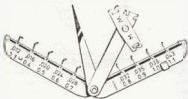

Bild 38
- Der Elektrodenabstand muss dem vorgeschriebenen Mass entsprechen (0.7 bis 0.8 mm). Beim Nachbiegen darf man das Werkzeug auf keinen Fall gegen die Mittelelektrode abnutzen, da sonst die Gefahr besteht, dass die Kerze am Isolatorfuss reißt und dadurch unbrauchbar wird. Bei Bosch gibt es unter der Bestellnummer 0681424003 ein Spezialwerkzeug (Bild 38), das gleichzeitig als Einstell-Lehre und Biege-werkzeug gebraucht werden kann.